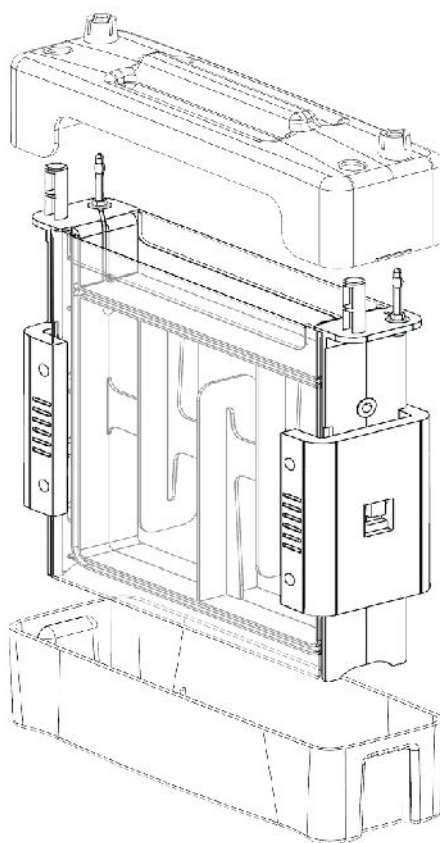

图 4电泳图
- f. 将制好胶的电泳芯置入缓冲液下槽，并入缓冲液下槽和电泳芯中注入缓冲液（图4）。
- h. 盖上安全上盖，并接通电源和冷却循环水（如需要）进行电泳（图4）。